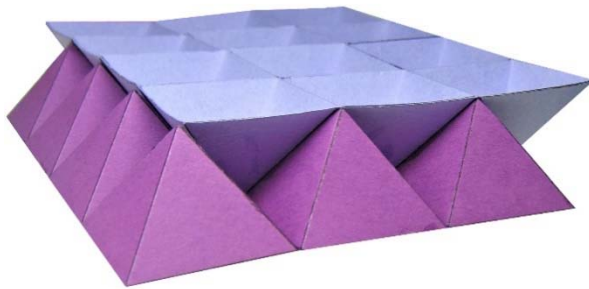

図2 (a) オクテット・トラス構造
8.3 ダイアコアパネルの基本形 3次元コア構造の章で正4面体と正8面体を組み合わせると空間充填構造ができることを示しました。この構造は金属構造の中で最も緻密な面心立方構造に対応しており、安定性において群を抜くものです。この構造の正4面体と正8面体の稜線だけを取り出したものは図2(a)に示すオクテット・トラス構造として建築物などでよく用いられる強固な構造です。これを水
平方向に2次的に広げると図2(b)に示すように正4面体を一つ於きに並べた形状がみえてきます。さらに図2(c)に示すように同形のを上下逆にして稜線同士が合うように重ねると図2(d)に示すパネルができ、これは図2(a)を2次的に広げた形状そのものです。図2(b)を正4面体を並べた凹凸シートとすると8.2で示した凹凸シートからできるコアパネルとなります。
また、図2(a)を鉛直方向に重ね、視点を変えると図2(e)に示す正4角錐を隙間なく並べた充填形が現れます。これを前述と同様に図2(f)のように上下逆にして稜線が合うように重ねると図2(g)に示すコアパネルが得られます。